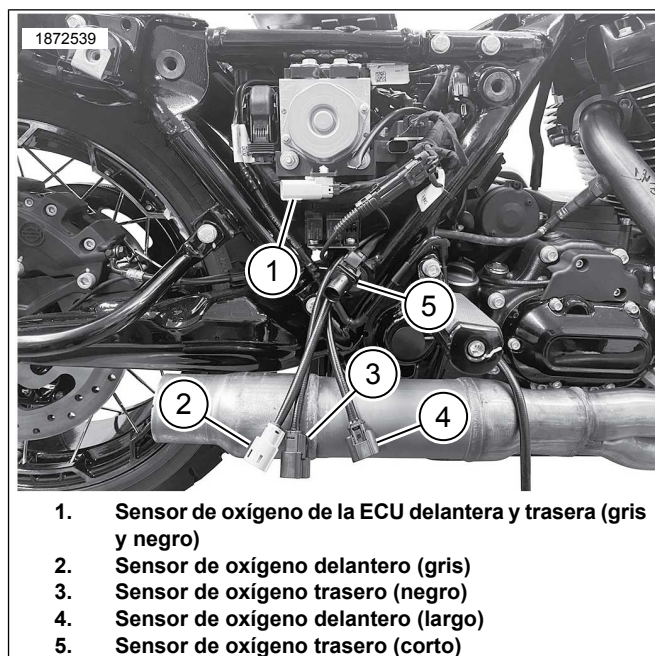

Figura 3. Colocación del arnés del conector gris y negro
11. Ver Figura 3 y Figura 5. Instale el ATM (Automatic Tuning Module/Módulo de Ajuste Automático) (1) en la pared exterior del área de la batería, detrás del cilindro trasero con los cables apuntando hacia el lado derecho del vehículo.